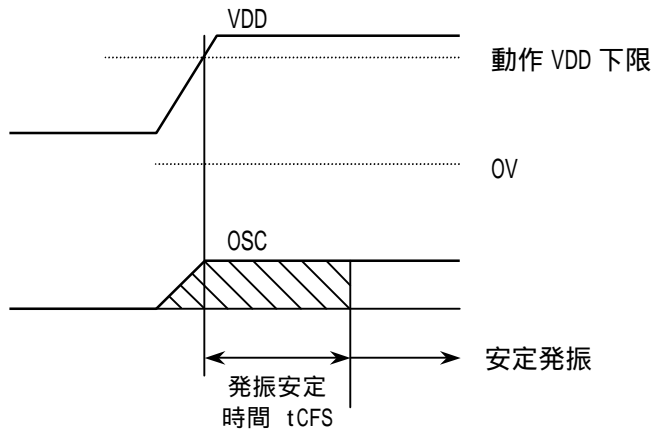

図4 発振安定時間
- (注8) VDD が動作電源電圧範囲の下限を上回ってから、発振が安定するまでに必要な時間を示す(図4参照)。